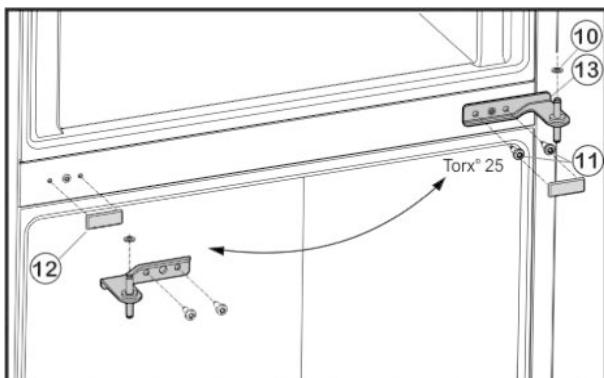

Fig. 5
- Открутите крепежные винты Fig. 5 (11) (2 шт. Torx® 25) и извлеките средний опорный кронштейн из нижней дверцы.
- Снимите пластиковую шайбу Fig. 5 (10).
- Осторожно снимите крышку Fig. 5 (12).
- Установите крышку Fig. 5 (12) на противоположной стороне.
- Вставьте средний опорный кронштейн Fig. 5 (13) с поворотом на 180° в нижнюю дверцу и прикрутите с помощью крепежных винтов Fig. 5 (11)(2 шт. Torx® 25) на новую сторону шарнира (**с моментом 4 Нм**).
- Снова установите пластиковую шайбу Fig. 5 (10).
- Установите верхнюю дверцу на средний опорный кронштейн Fig. 5 (13).